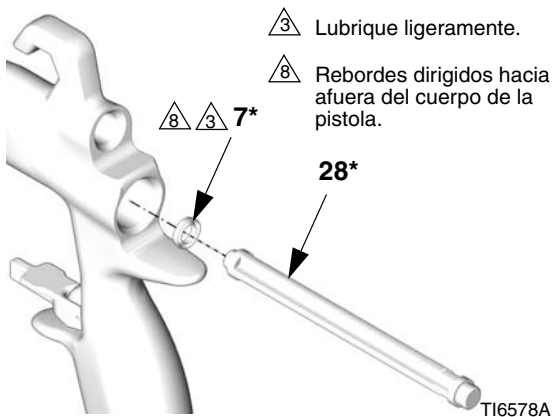

FIG. 41
3. Coloque la nueva copela en U (7\*) en la herramienta de instalación de sellos (28\*), con los bordes de la copela en U dirigidos hacia la herramienta, tal como se indica en FIG. 41. Vuelva a introducir la copela en U por la parte trasera de la pistola hasta que sienta que encaja perfectamente.